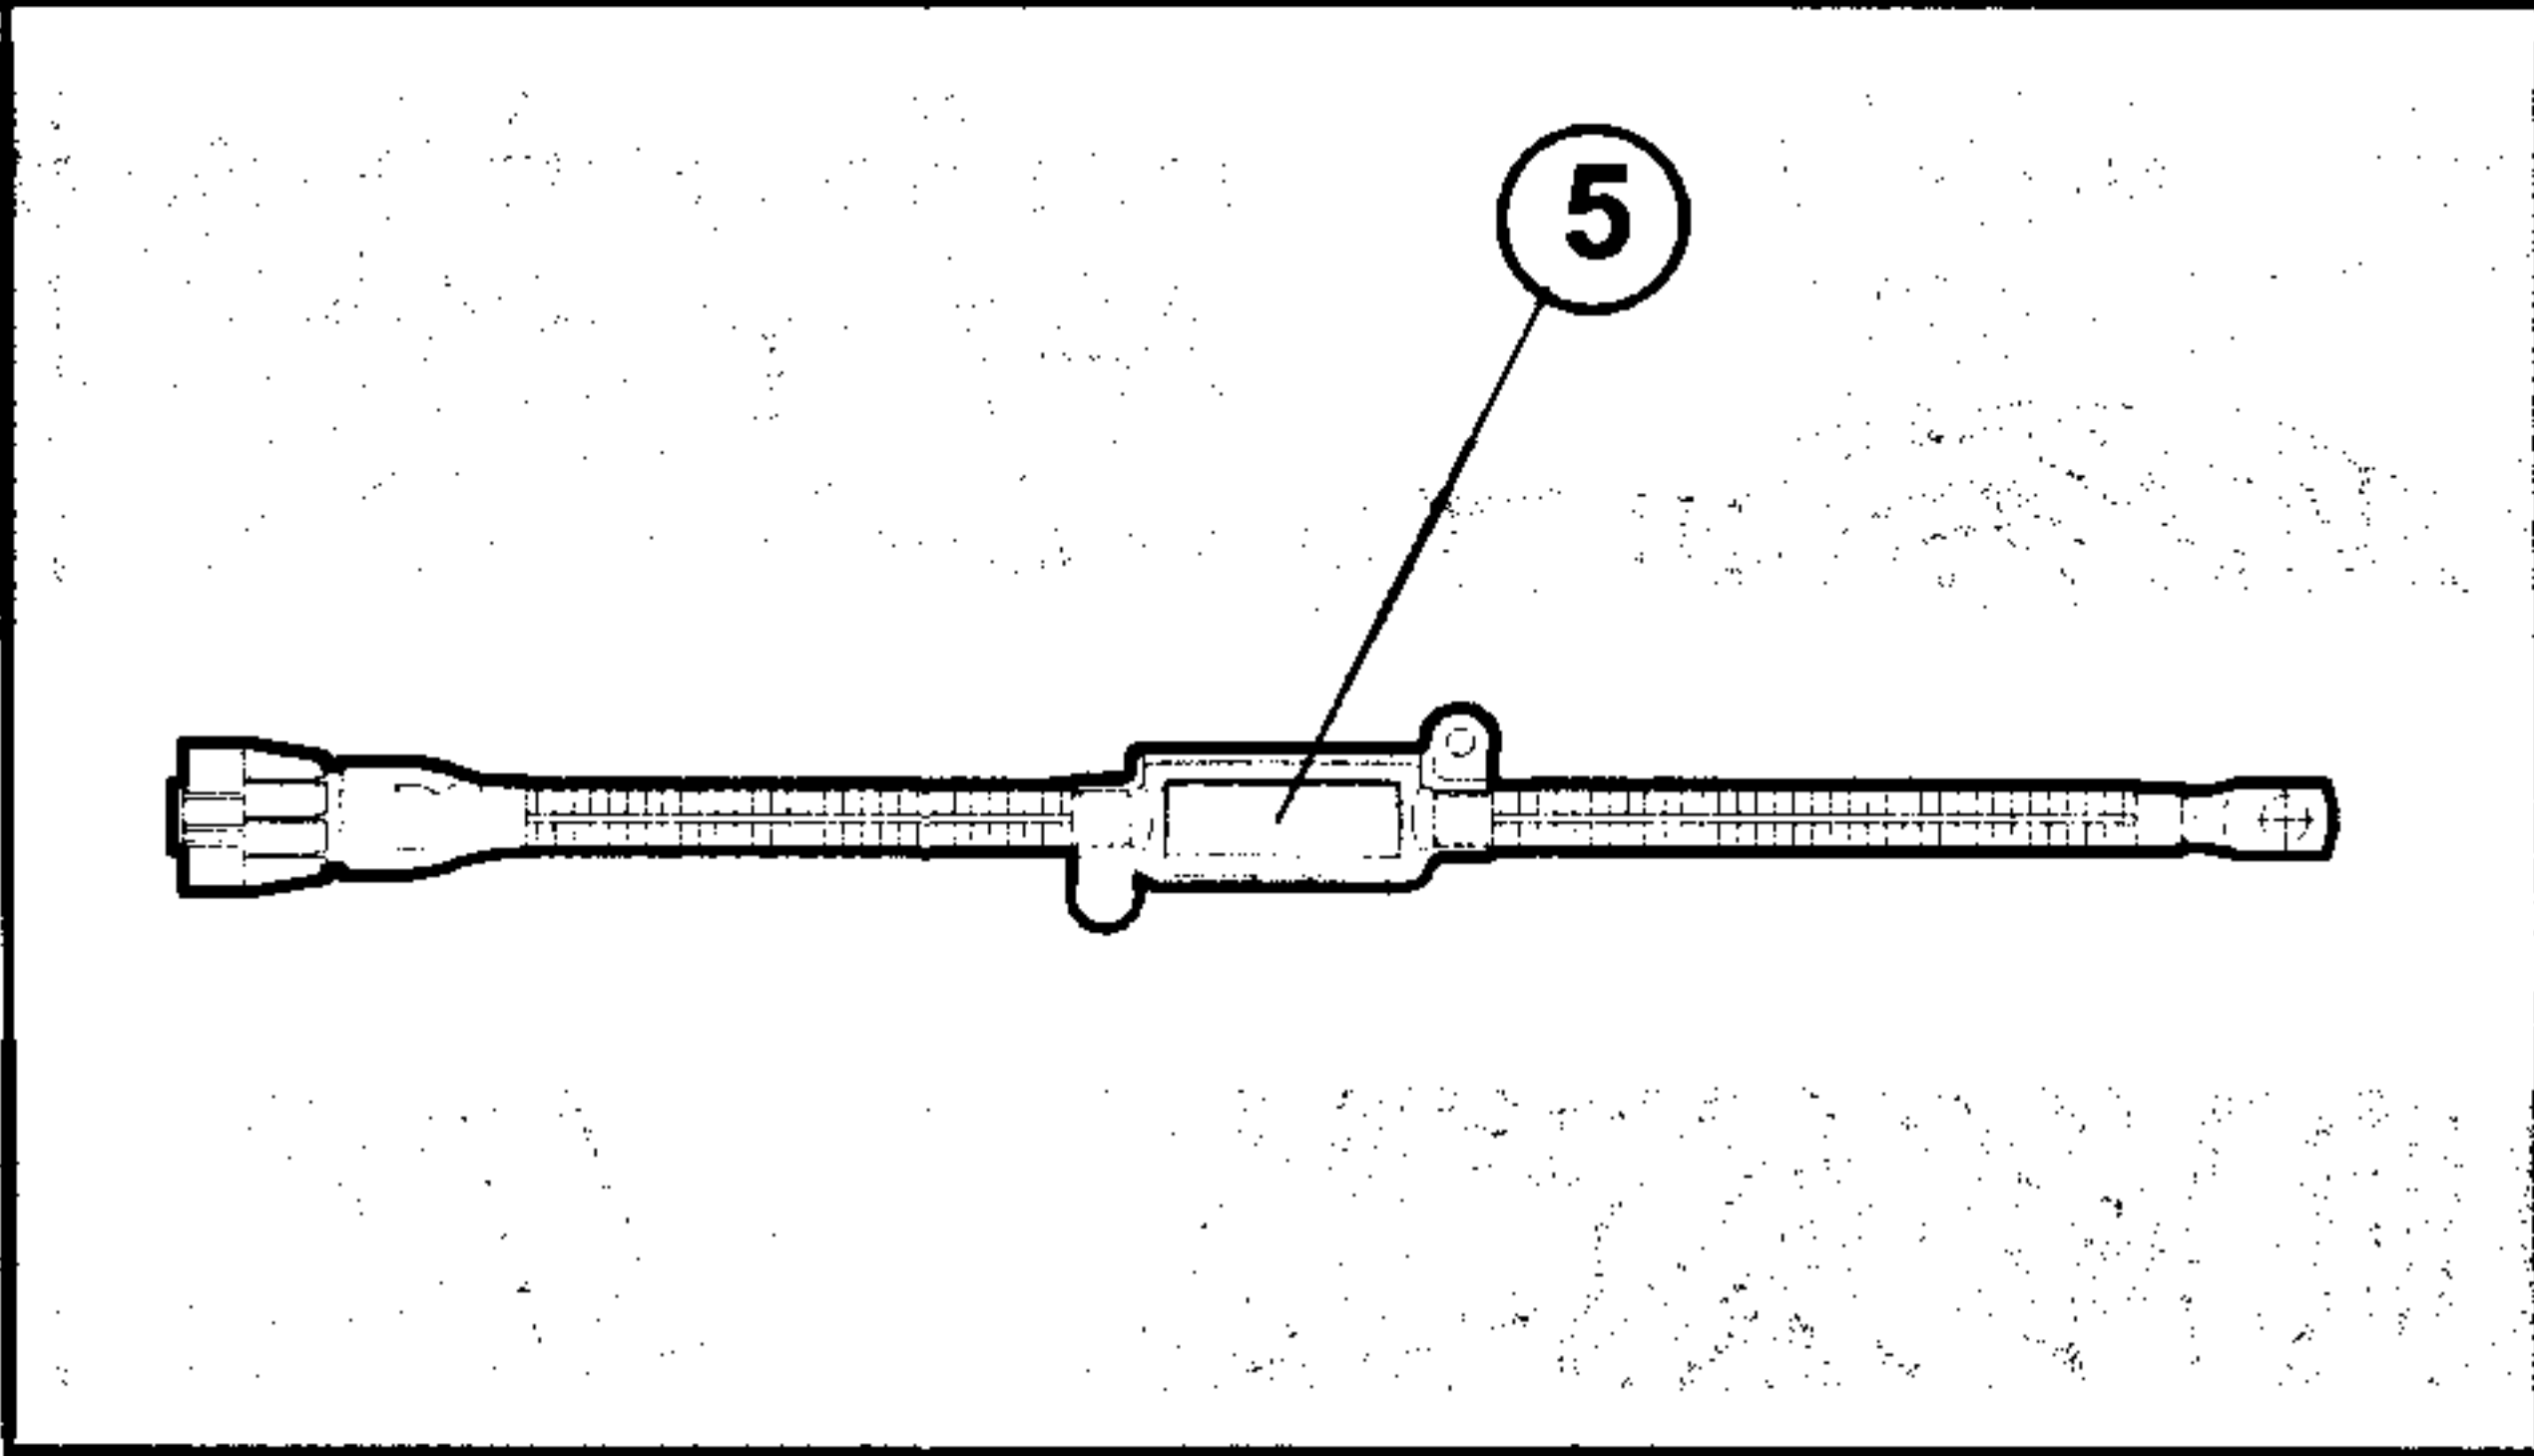
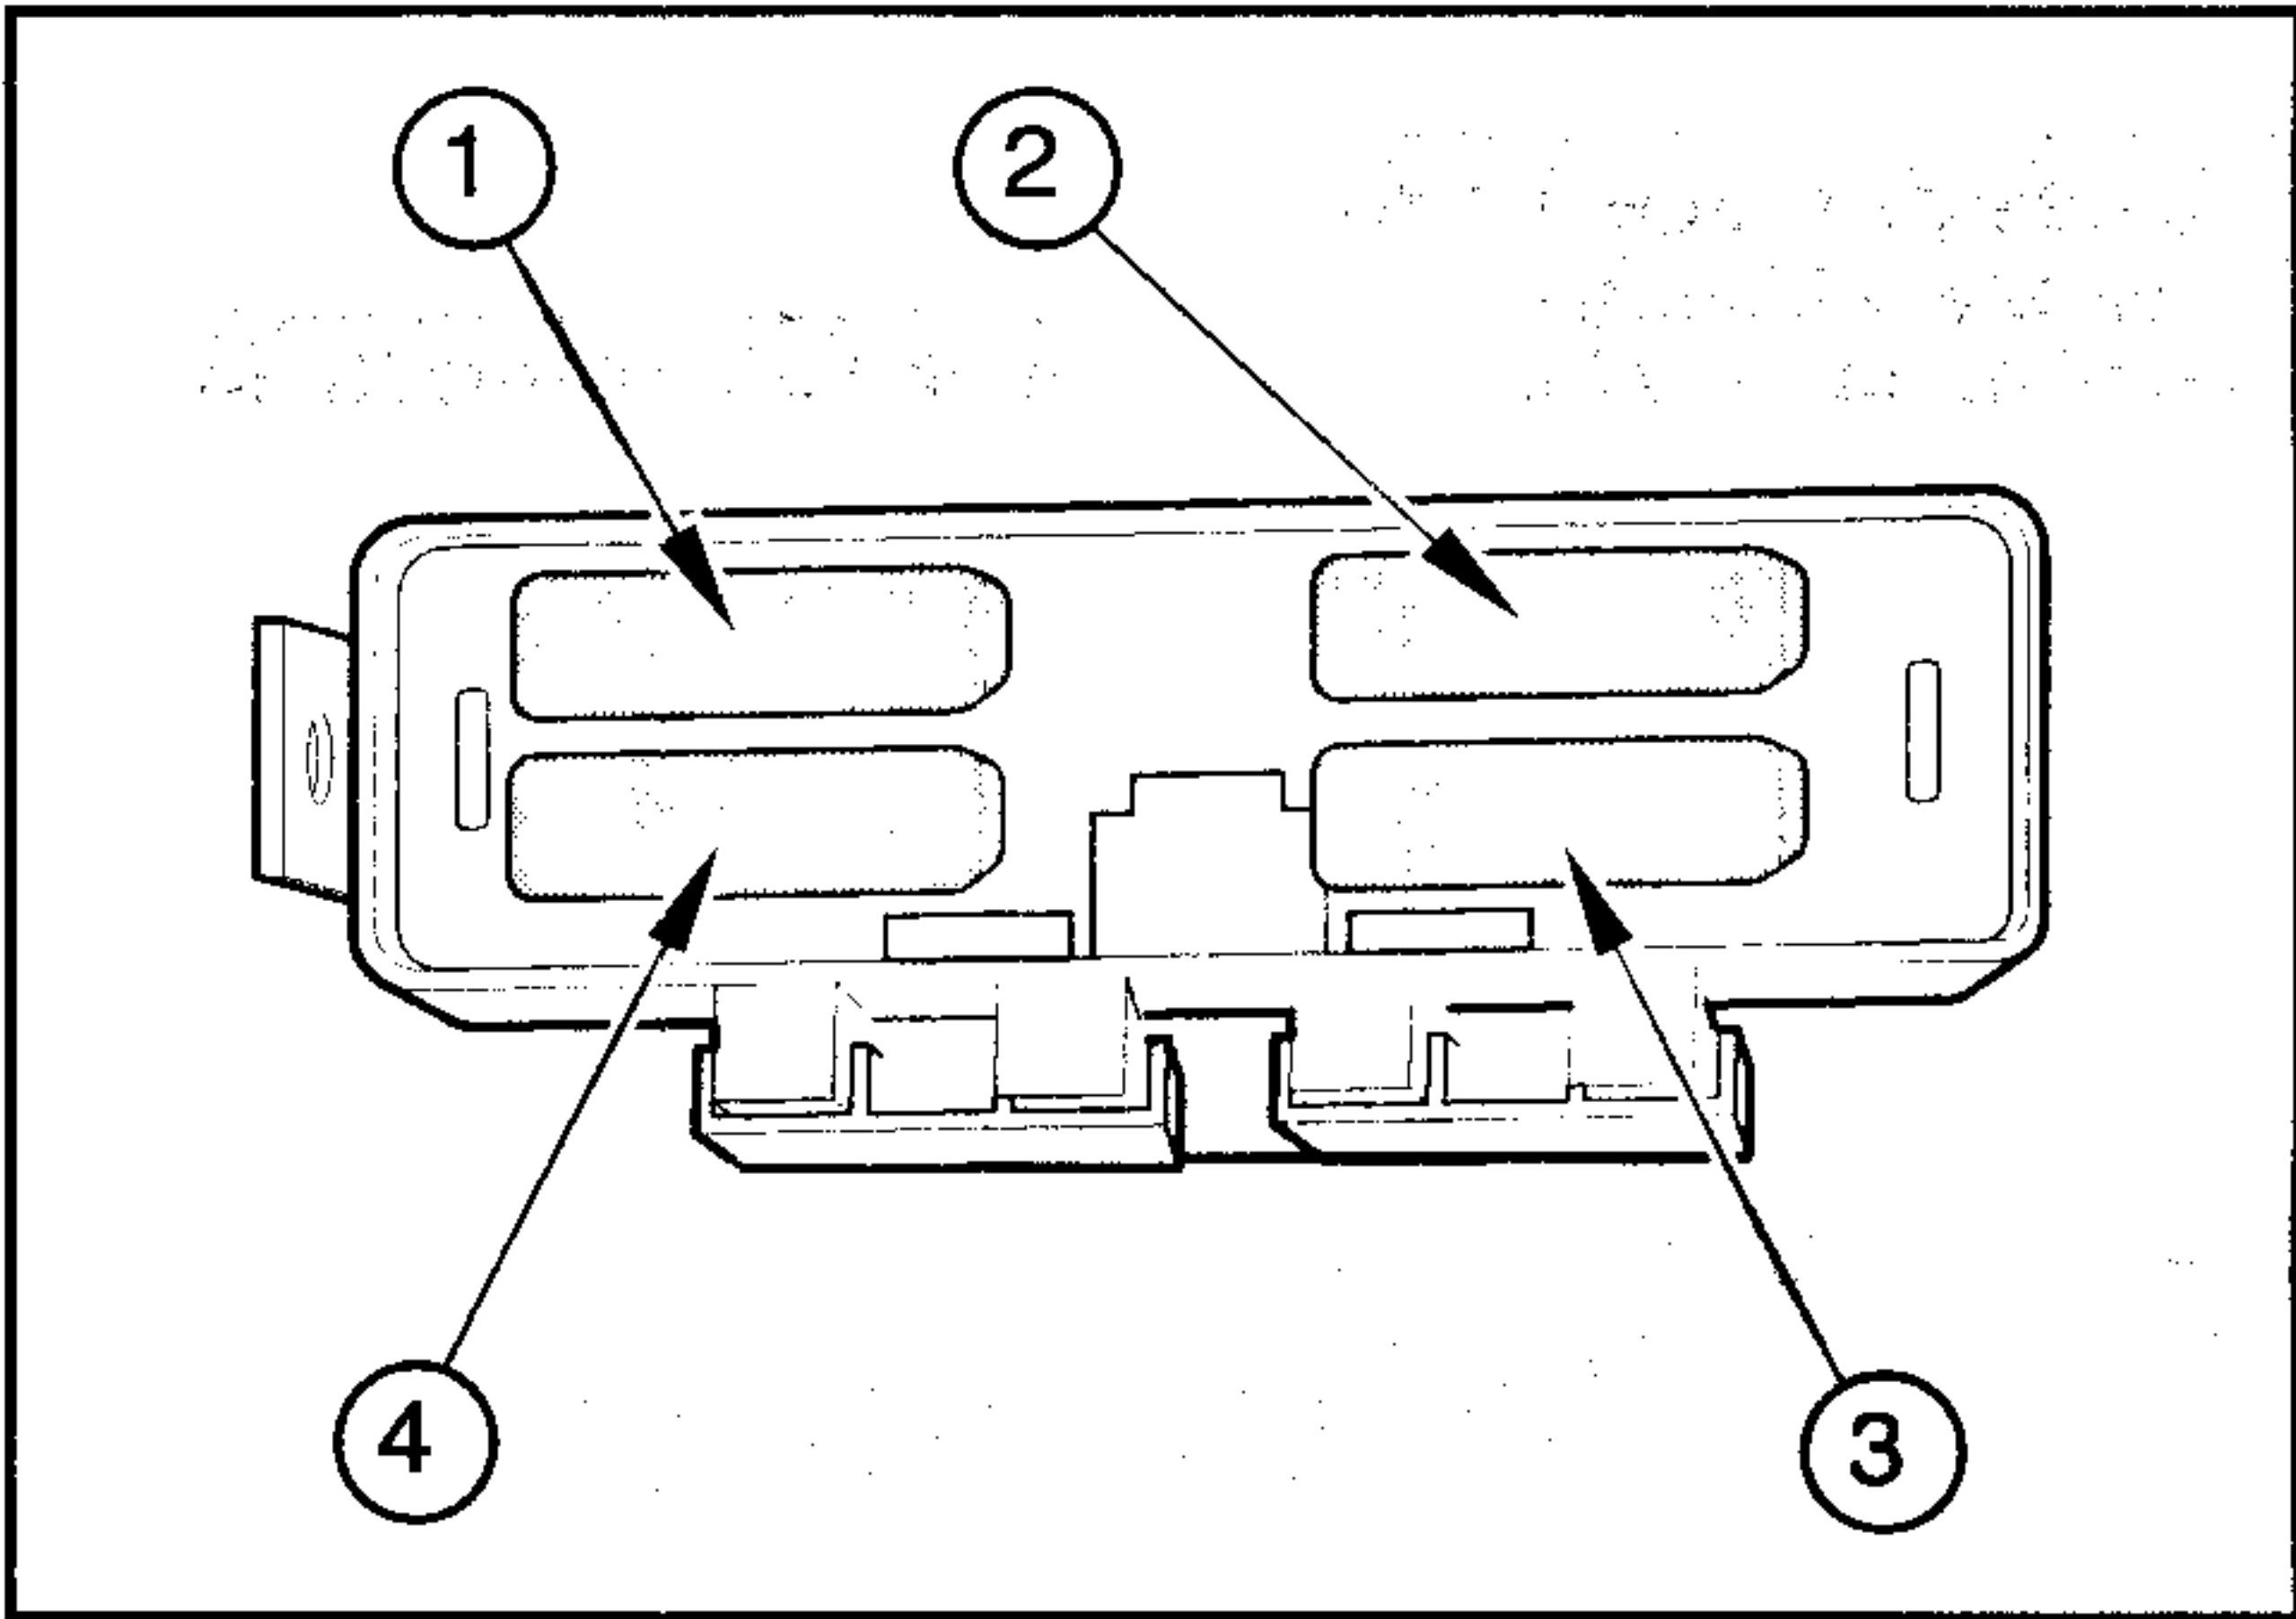
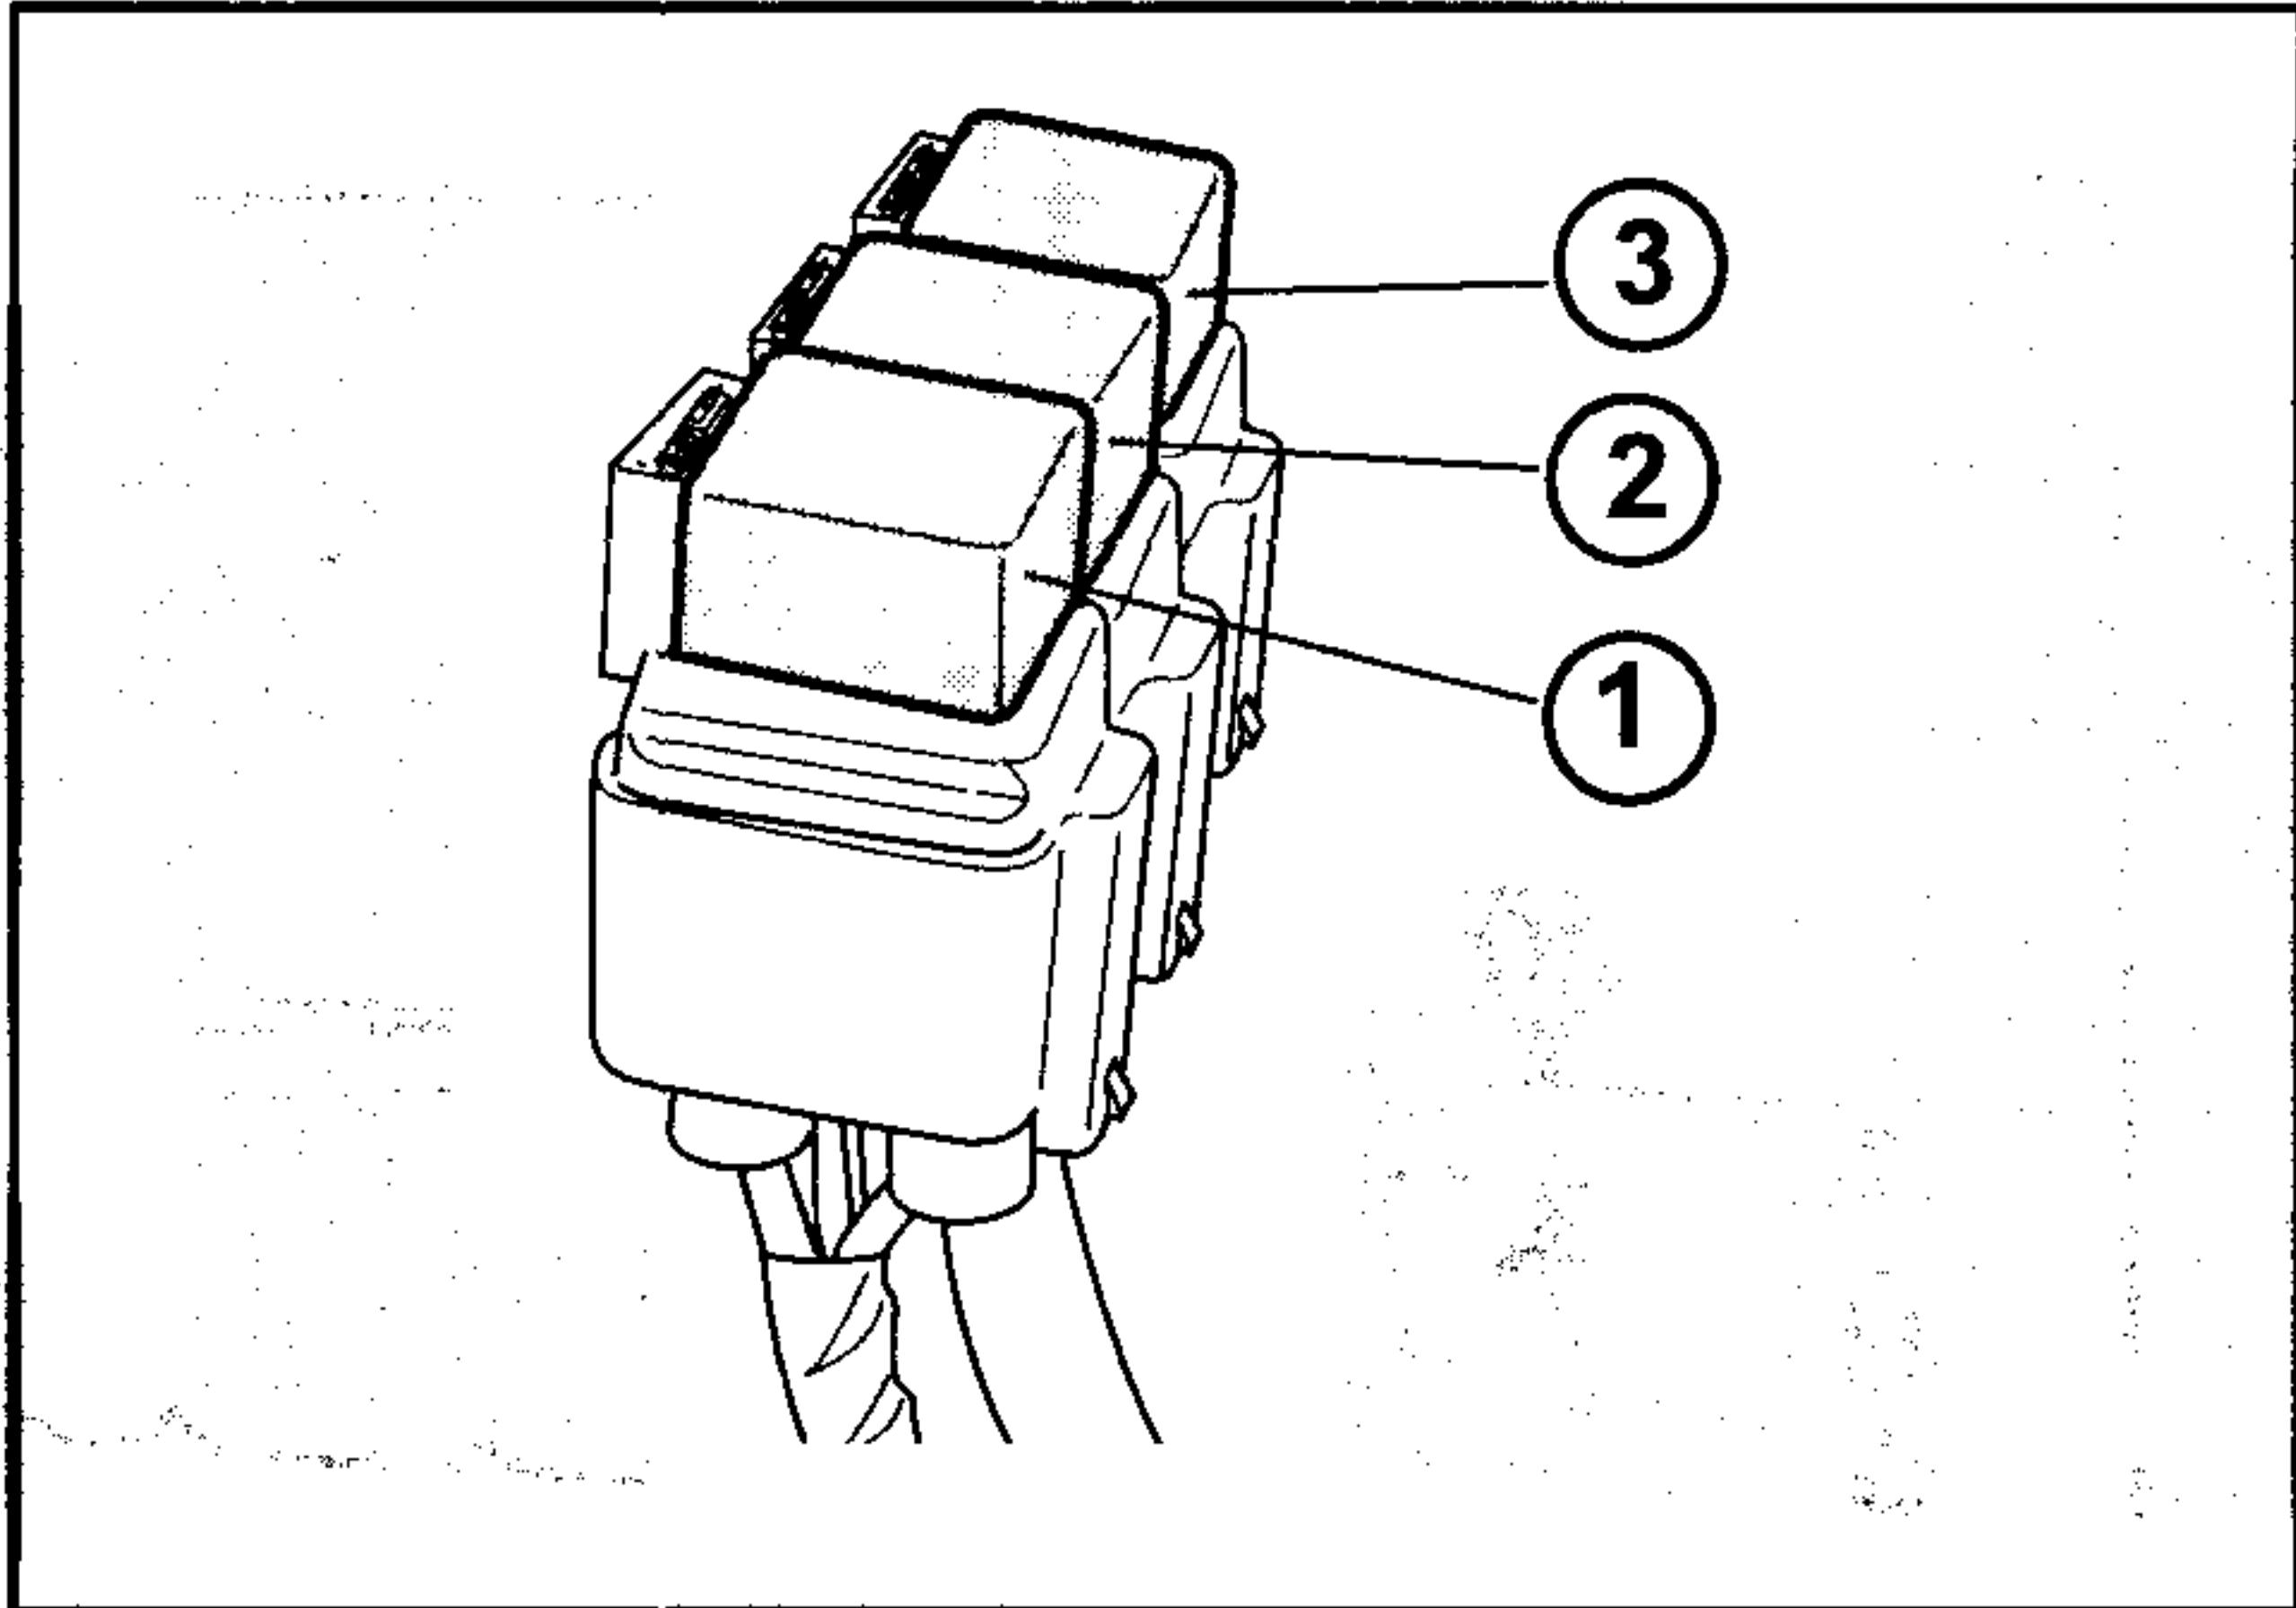

Fig.5-47 Fusibles en el cable alternador
Fig.5-46 Fusibles compartimiento batería
Fig.5-48 Relé en el compartimiento batería
- C - Fusibles compartimiento batería (Fig. 5-46; Fig. 5-47; Fig. 5-48).
Los fusibles montados en la caja porta fusibles en el compartimiento batería son válidos para todos los modelos (Fig. 5-46; Fig. 5-47; Fig. 5-48).
Relé en el compartimiento batería - Fig. 5-48